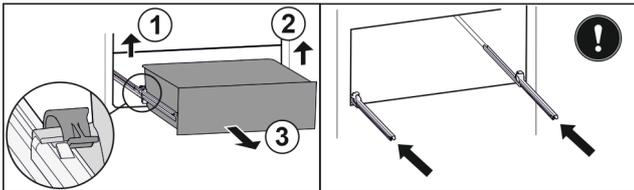

Fig. 92
- Soulever la bride gauche et tirer dans le même temps la partie gauche du tiroir vers l'avant. Fig. 92 (1)
- Soulever la bride droite et tirer dans le même temps la partie droite du tiroir vers l'avant. Fig. 92 (2)
- Retirer le tiroir par l'avant. Fig. 92 (3)